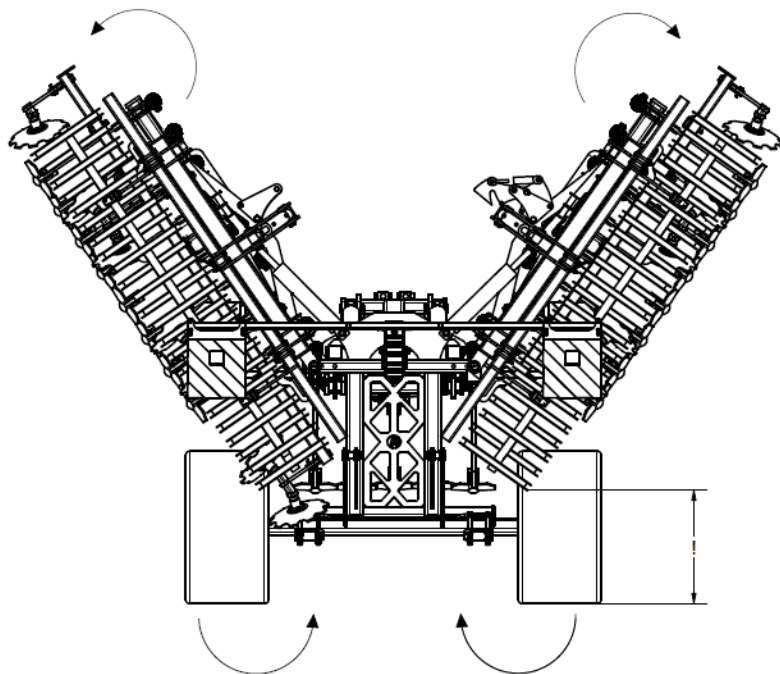

Fig. 15 Étapes du dépliage de la machine : la machine s’ouvre, les extrémités des bras latéraux sont à une hauteur convenable.
4. Lors de l’ouverture des ailes de la machine, assurez-vous que les extrémités des bras sont à une hauteur suffisante pour éviter qu’ils ne s’accrochent au sol (fig. 15).